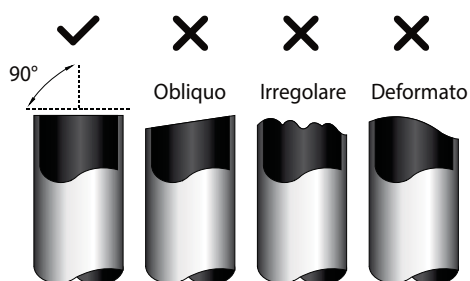

Fig. 7.3
1. Assicurarsi che il tubo sia tagliato con una perfetta angolazione di 90°. Fare riferimento alla Fig. 7.3 per esempi di taglio errato.